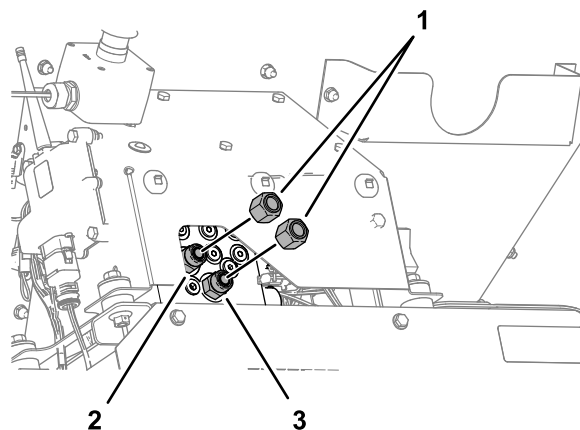

Рисунок 20
1. Снимите крышки со штуцеров в отверстиях Т и Р гидравлического коллектора (Рисунок 20).